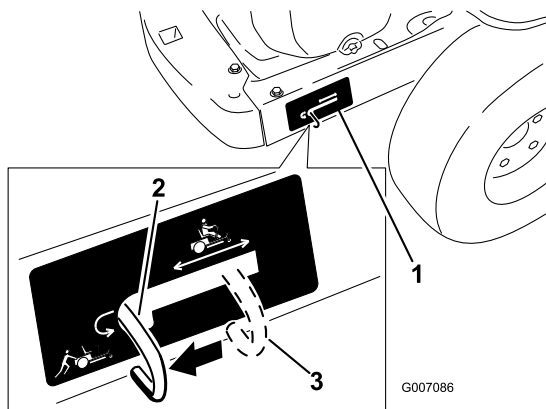

Figure 22
4. Déplacez les leviers de dérivation en arrière, puis abaissez-les pour les bloquer en place comme illustré à la Figure 22 et désengager les moteurs de
Levez les leviers de dérivation et poussez-les en avant jusqu'au **centre** de la fente horizontale (Figure 22) pour engager les moteurs de roues.